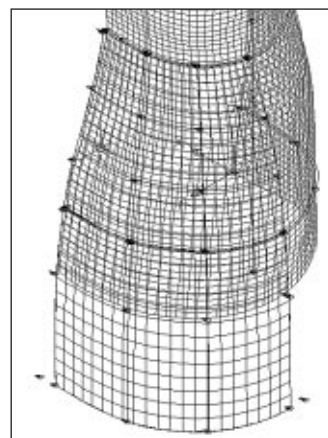

Рис. 4
**Шаг 3.** Командой «построение поверхности» строим поверхность задней половины юбки, проходящую через все опорные линии. На Рис. 4 показан результат.